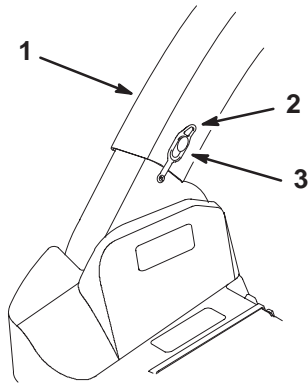

Figure 29
2. Insérez le haut du tube d'éjection dans le couvercle du dispositif de ramassage. Glissez le bas du tube d'éjection par-dessus l'ouverture du souffleur (Fig. 29).
3. Accrochez l'attache en caoutchouc au bouton (Fig. 29).